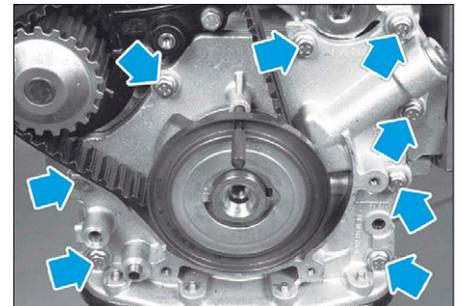

FIG. 14
- les huit vis de la pompe à huile en bout de vilebrequin (Fig.14),